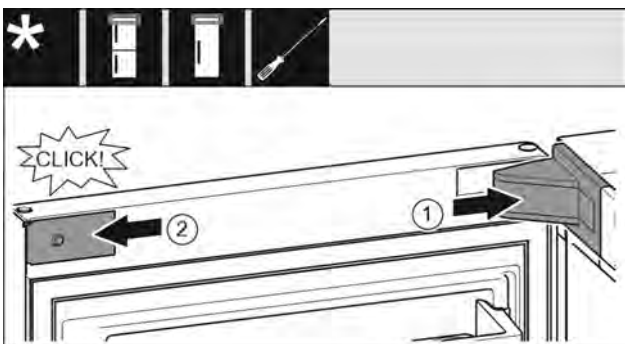

Fig. 33
- ▶ Крышку опорного кронштейна установите и зафиксируйте, при необходимости осторожно разожмите. Fig. 33 (1)
- ▶ Установите накладку сбоку и зафиксируйте. Fig. 33 (2)